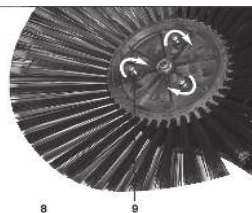

Рис. 3
**1.** Крепление подающих щеток Рис.3 Каждая подающая щетка (8) крепится к установочным пластинам с помощью 3 винтов (рис 2 п.9)..